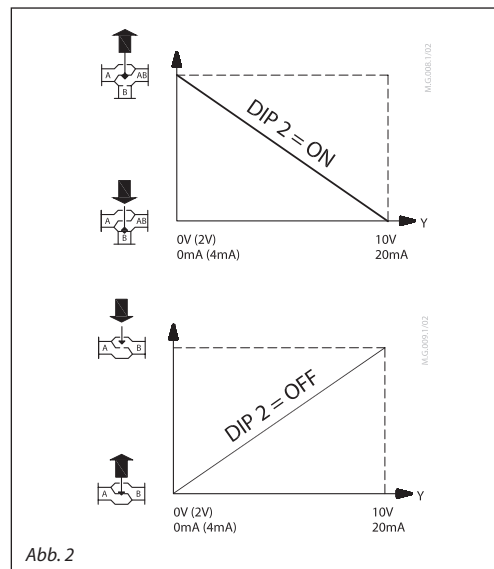

Abb. 2
**DIP2: DIR/INV – Direkt oder invers wirkende Funktion** (Abb. 2):